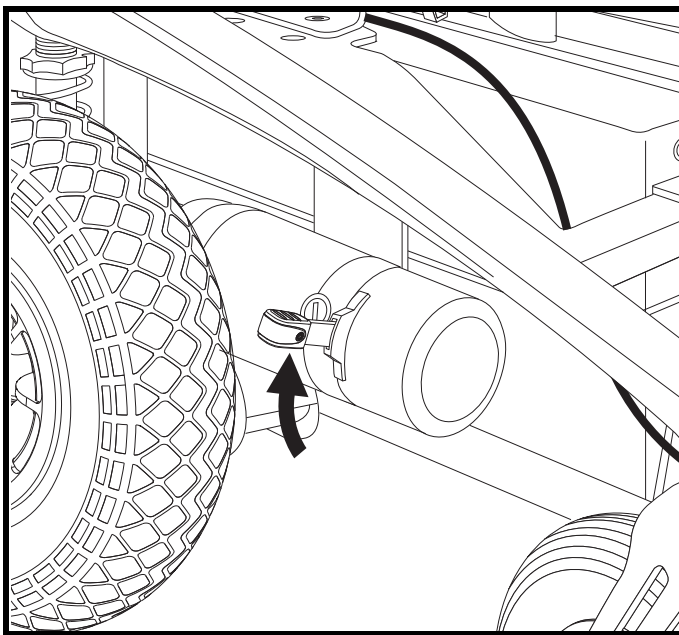

Figure 8. Mode de traction (embrayé)
2. Tirez sur les deux leviers pour embrayer les moteurs et passer en mode de fonctionnement. Voir la figure 8.